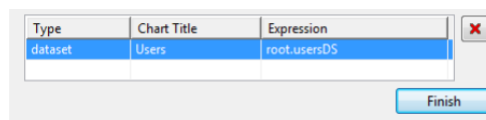

Рисунок 9.6 – Кнопка «Готово»
10. Натисніть кнопку «Готово» (рис. 9.6).